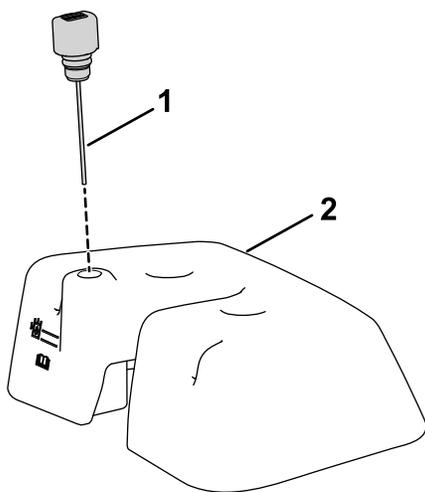

Figura 12
5. Montate l'asta di livello sul serbatoio del rivelatore di perdite (Figura 12).